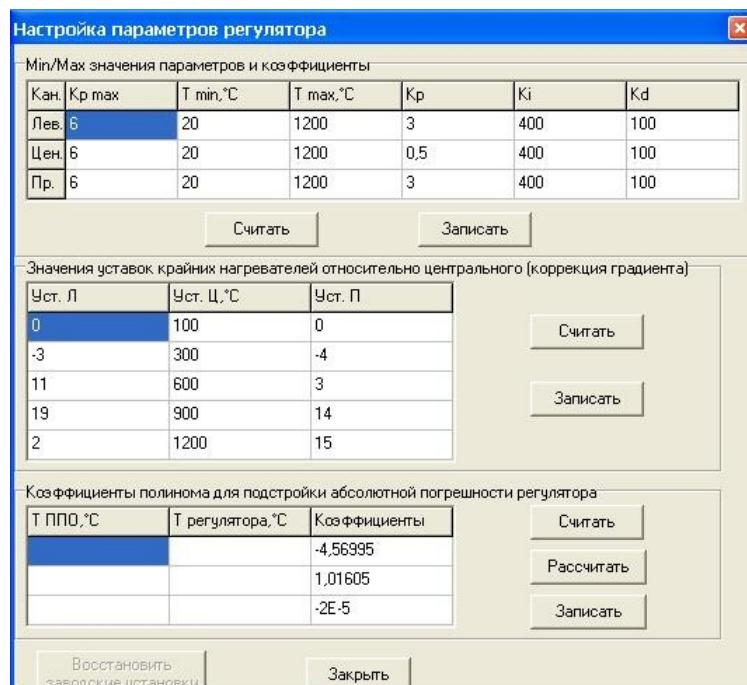

Рисунок 11 – Режим настройки регулятора печи МТП 1200-4
После ввода пароля на экране появится окно настройки регулятора печи МТП 1200-4 (см. рисунок 11).
2.5.6.3.9 Введите значение температуры, полученное при выполнении 2.5.6.3.7, в первое поле столбца «Т ППО, °C» в таблице «Коэффициенты полинома для подстройки абсолютной погрешности регулятора», а в первое поле столбца «Т регулятора, °C» введите 300 (см. рисунок 11).